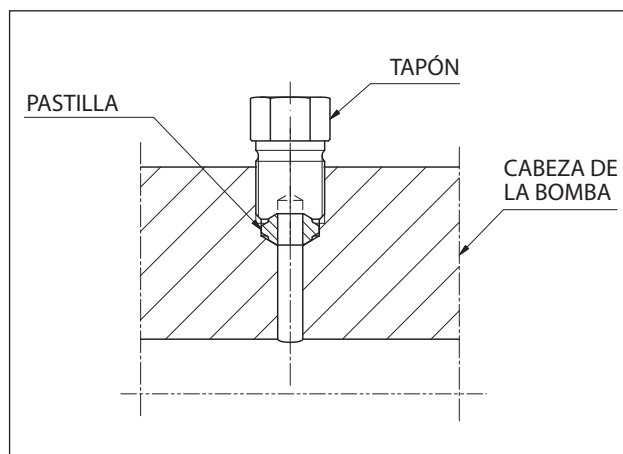
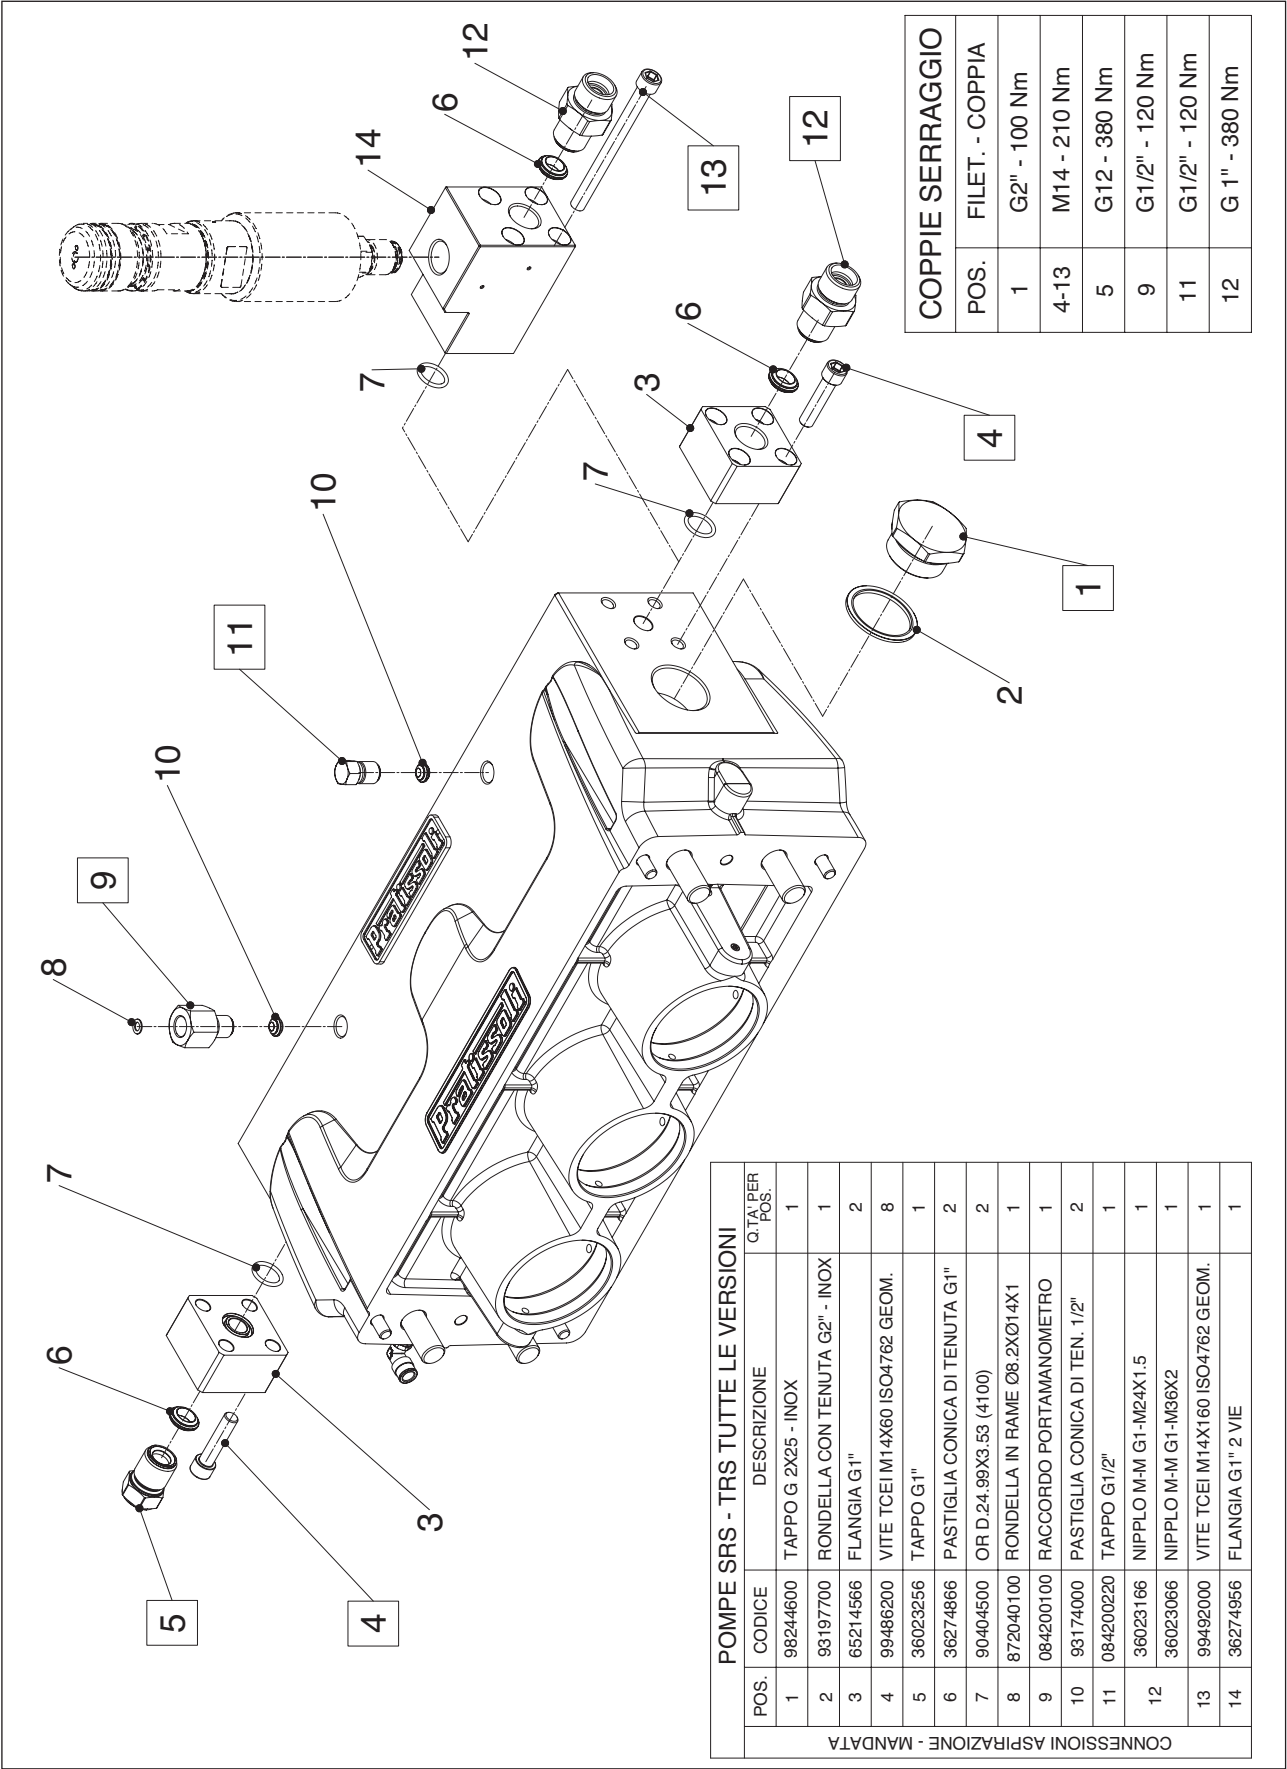

Fig. 7
Fig. 8
- 1) 2 tomas de aspiración "IN": G2", ver "CONEXIÓN ASP./ENV. SRS - TRS H.P." CÓD. 65951500 (Fig. 8).
- 2) 2 tomas de envío "OUT" Ø19, ver "CONEXIÓN ASP./ENV. SRS - TRS H.P." CÓD. 65951500 (Fig. 8).
La dotación de las bombas SRS - TRS incluye 4 pastillas cónicas de acero que se han de utilizar en las tomas de envío de la bomba (ver Fig. 7) o en las bridas de unión opcionales para garantizar la estanqueidad de la conexión. La sede de la toma de envío de la bomba ya ha sido mecanizada para alojar la pastilla cónica. En aquellos casos en los que sea necesario realizar la unión para el racor de envío o el tapón de cierre, será necesario mecanizarlos como se indica en la Fig. 8.
Para la composición de las bridas de aspiración y envío, ver "CONEXIÓN ASP/ENV. SRS - TRS H.P." (Fig. 8).